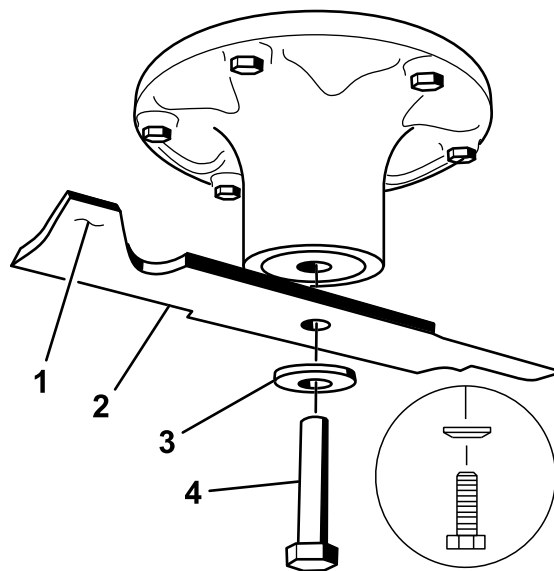

Figure 55
Tenez la lame à son extrémité avec un chiffon ou un gant épais. Enlevez de l'axe, le boulon, la rondelle bombée et la lame (Figure 55).
elle est équilibrée et peut être utilisée. Si la lame est déséquilibrée, limez un peu l'extrémité de la partie relevée seulement (Figure 55). Répétez la procédure jusqu'à ce que la lame soit équilibrée.
1. Placez la lame sur l'axe (Figure 55).
2. Installez la rondelle élastique et le boulon de la lame. Le cône de la rondelle élastique doit être dirigé vers la tête du boulon (Figure 55). Serrez le boulon à un couple de 135 à 150 Nm (100 à 110 pi-lb).